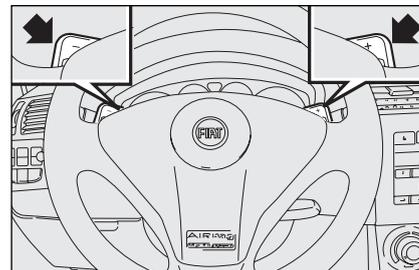

fig. 6
- par les commandes sur le volant **fig. 6**, pouvant s'actionner uniquement lorsque la vitesse de la voiture dépasse les 5 km/h.